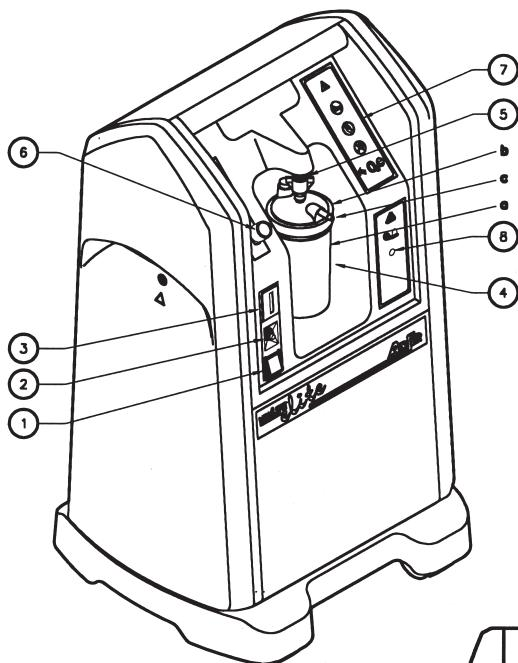

Fig. I.1
I. 1. Face dianteira (Fig. I. 1) .....	2-PT
### I. 1. Face dianteira (Fig. I. 1)